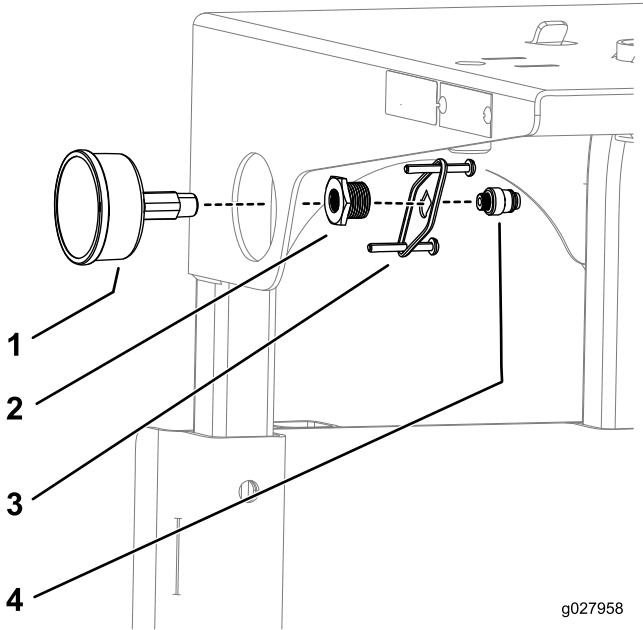

Figura 7
6. Aplique cinta PTFE a las roscas del manómetro e instale el conjunto de manómetro según se muestra en Figura 7.